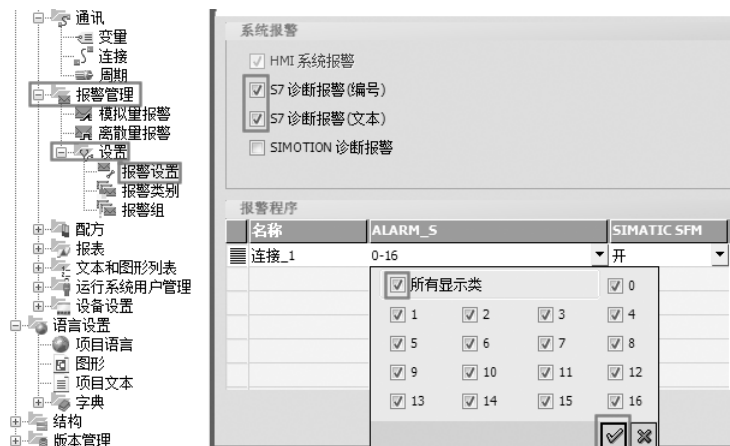

图 12-137 设置报警
③ 设置报警。如图 12-137 所示，展开目录树“报警管理”→“设置”→“报警设置”，选中“报警设置”并双击之。在“系统报警”中，勾选“S7 诊断报警（编号）”和“S7 诊断报警（文本）”；在“报警程序”表格的第一行，勾选“所有显示类”，最后单击右下方的“√”按钮。